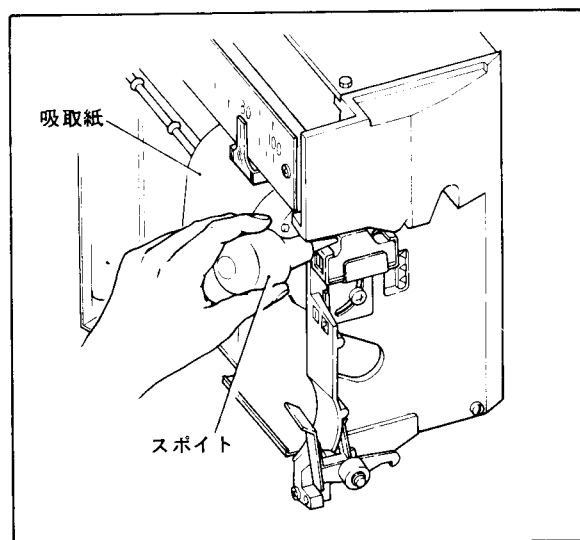

図11-14 インクを送り出す
(4) 記録紙収納部を一段落して、ペン先に吸取紙をあてます(図11-14)。
(5) 注入口にスポイトを当て、ゆっくり空気圧を加えます。インクがインクチューブを通してペン先に流れ出します。この時チューブの中に空気が残らないようにします(図11-14)。スポイトを急激に押すとチューブ内に空気が生じやすくなり、インクのか